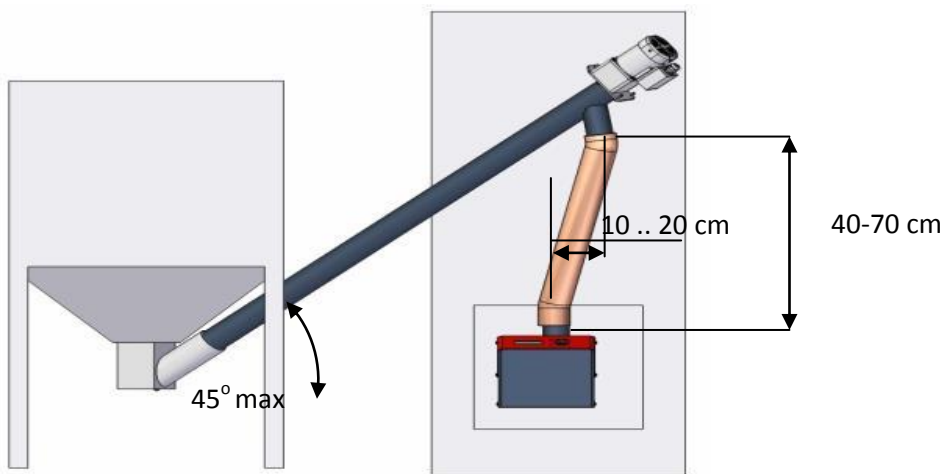

Рис. 12 Установка внешнего шнека
- Контейнер должен быть расположен таким образом, чтобы угол подъема подающего шнека не превышал 45° (см. Рис. 12).
На Рис. 12 показано правильное расположение внешнего шнека. Поскольку шланг является устройством, обеспечивающим безопасность, он должен быть расположен в строгом соответствии с нижеприведенным описанием. Вертикальное расстояние между выпускным отверстием шнека и впускным отверстием горелки должно находиться в диапазоне 40 - 70 см и с горизонтальным смещением 10 - 20 см (обычный угол расположения шнека 30°...45°). Внешний шнек не может быть установлен под углом более 45°. Шланг должен быть расположен под углом 50° или более для обеспечения свободного падения горючего. Кабель шнека должен быть подсоединен слева от горелки. Убедитесь, что соединитель полностью вставлен в разъем.
- Внешний шнек подсоединен к горелке и положение шнека соответствует требованиям, отраженным на Рис. 12.